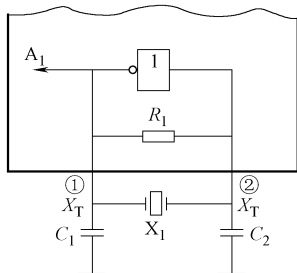

图 16-14 外接振荡元件引脚电路之一
1) 电路之一。如图 16-14 所示是外接振荡元件引脚电路之一。这是具有两根振荡元件引脚的电路。电路中,  $X_1$  是晶体,它接在集成电路  $A_1$  的①脚和②脚之间,在集成电路  $A_1$  的内电路中设有一个反相器电路,这一反相器电路与外接的  $X_1$  和  $C_1$ 、 $C_2$  构成一个振荡器电路,其振荡频率主要由晶体  $X_1$  决定,电容  $C_1$  和  $C_2$  对振荡频率略有影响,可以起到对振荡频率的微调作用。